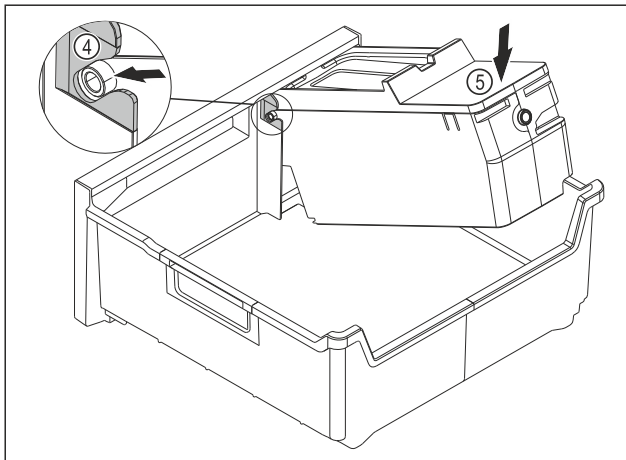

Fig. 134
- ▶ EasyTwist-Ice-corpus monteren: Assen van de EasyTwist-Ice-corpus in de geleidingen Fig. 134 (4) schuiven.
- ▶ EasyTwist-Ice-corpus Fig. 134 (5) achter omlaag drukken.